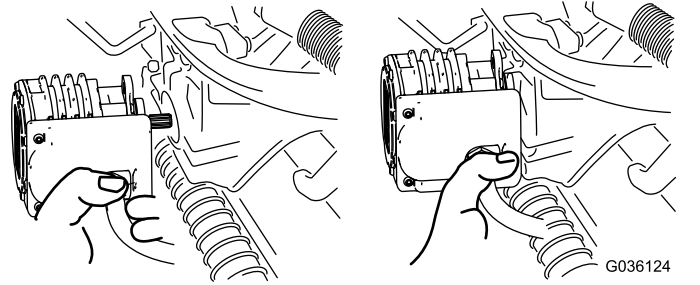

Figure 67
4. Amenez le moteur à la position de rangement sur l'avant du bras de suspension (Figure 67).